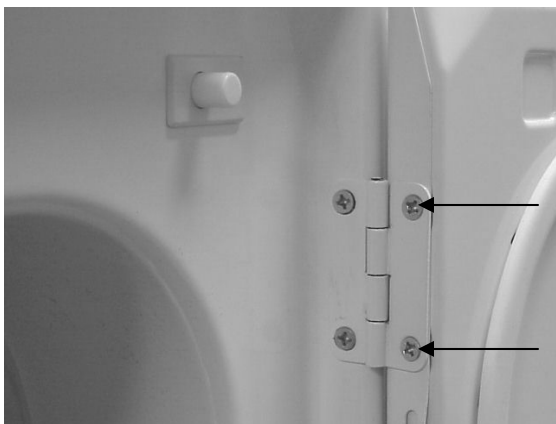

Figure 3
3. Placez la Porte, avec le côté de la charnière vers le bas, sur une serviette ou un matelas étroit, pour éviter qu'il soit doublé. Enlevez les quatre (4) vis restantes entre la charnière et la porte. (Figure 3).
4. Enlevez quatre (4) vis du côté de la Porte, où était installée la charnière.